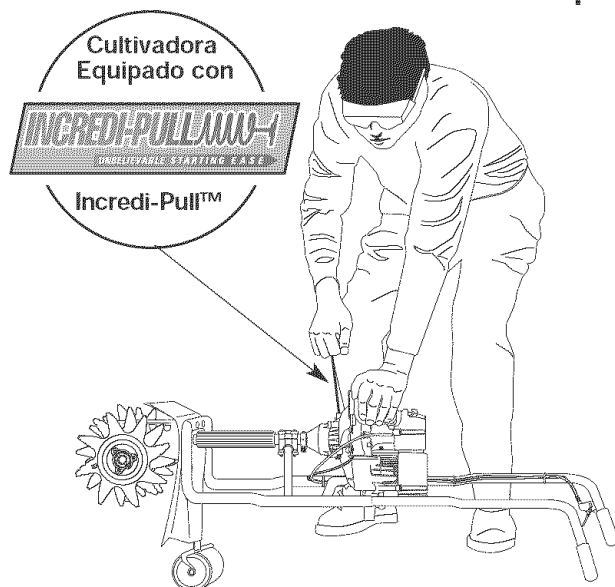

Fig. 10
ADVERTENCIA: Evite los arranques accidentales. Colóquese en posición de inicio cuando tire de la cuerda de arranque (Fig. 10). El operador y la unidad deben estar en una posición estable al arrancar la unidad para evitar graves lesiones personales.
5. Ponga la unidad en el suelo en posición horizontal, con los extremos de las manijas descansando sobre el suelo (Fig. 10).